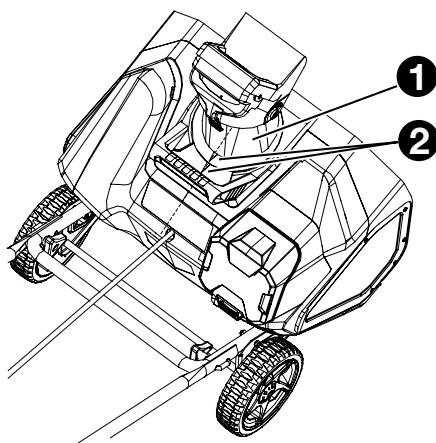

Fig. 4.1
- Coloque el canal de descarga (1) mirando hacia delante.
*NOTA: Alinee la flecha (2) del canal de descarga con la flecha de la carcasa.(Fig.4.1)*